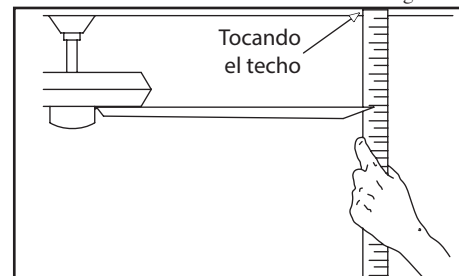

Figura 12
2. La mayoría de los problemas de oscilación del ventilador se deben a que las aspas no están al mismo nivel. Verifica este nivel seleccionando un punto en el techo sobre la punta de una de las aspas. Mide desde un punto en el centro de cada aspa al punto en el techo. Mide esta distancia como se muestra en la Figura 12. Gira el ventilador hasta que la próxima aspa quede en posición para medir. Repite el procedimiento para cada aspa. Las desviaciones de la medición no deben pasar de 3.2 mm. Enciende el ventilador por 10 minutos.